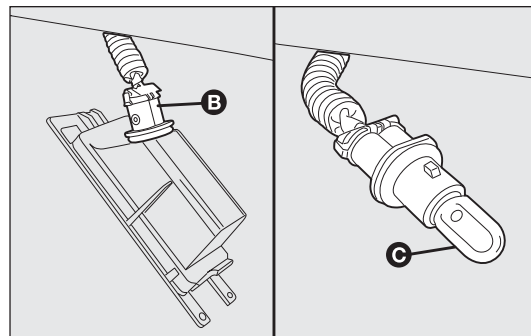

рис. 161
- ❑ поверните патрон В рис. 161 против часовой стрелки, выньте лампу С.